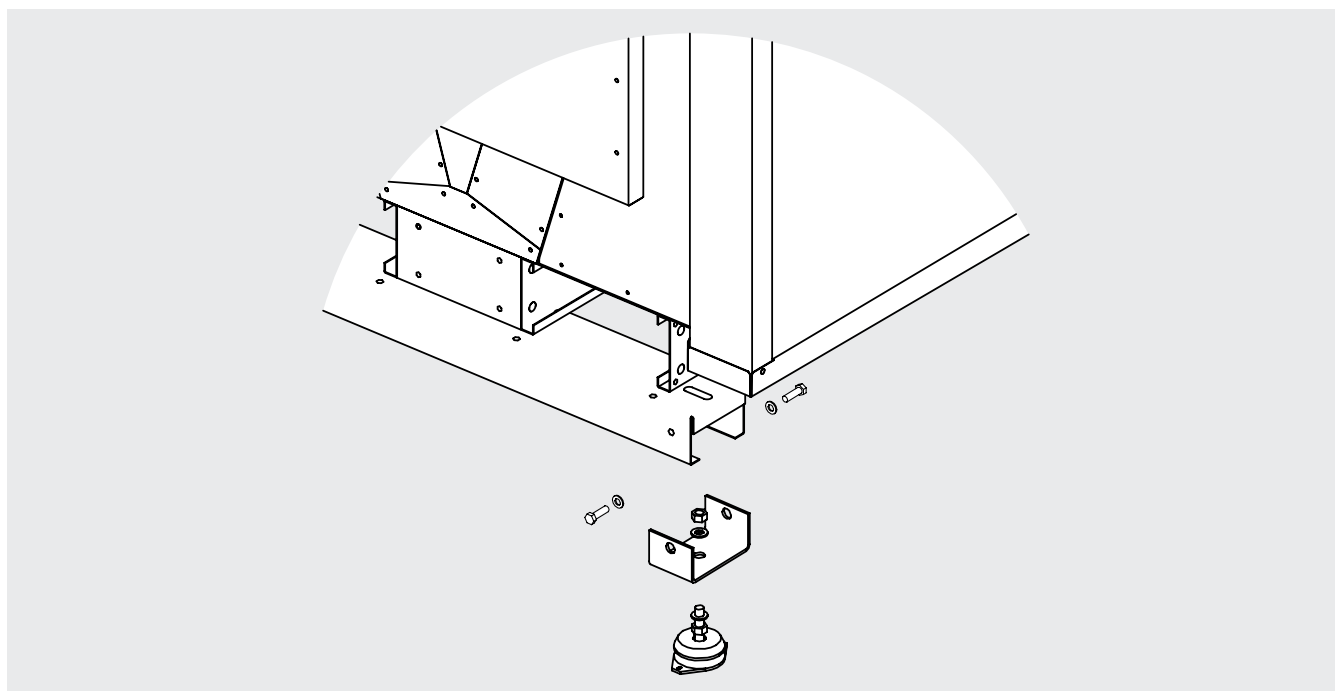

Figura 8
- 6.5 El modelo se debe fijar firmemente a la base de apoyo, utilizar todos los puntos de fijación. Para prevenir la transmisión del ruido, eventualmente utilizar amortiguadores. Ver la Figura 8.